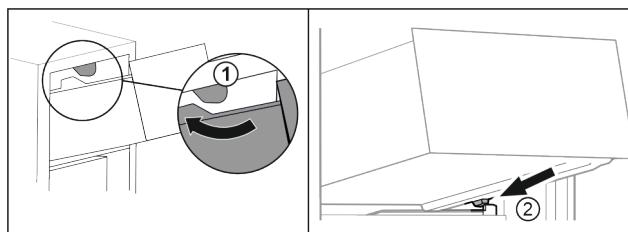

Fig. 83
- Preved'te zásuvku okolo horných zarážok. Fig. 83 (1)
- Nasad'te zásuvku šikmo za dolnými zarážkami na rebro nádoby. Fig. 83 (2)